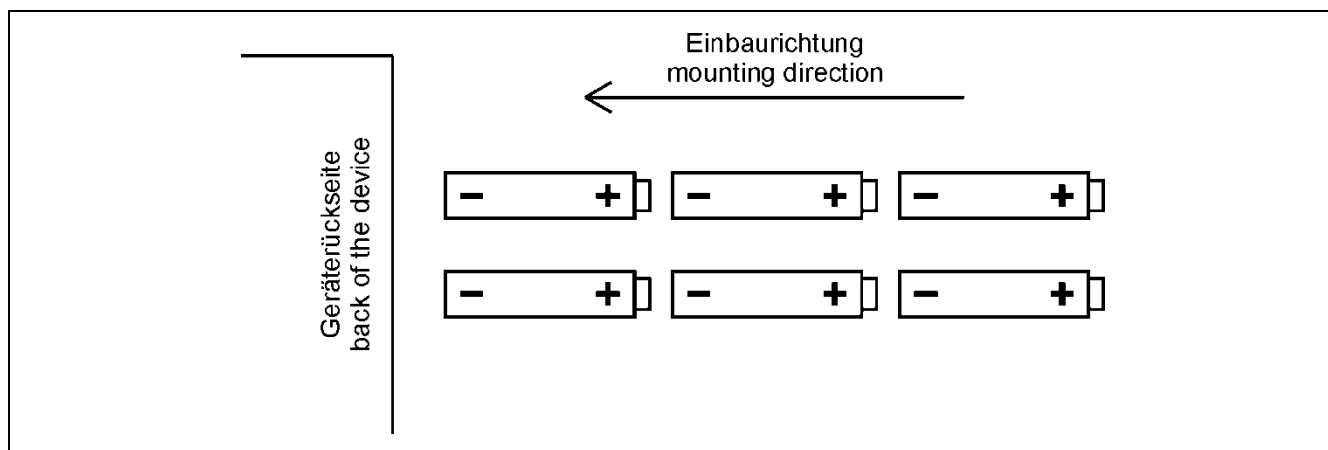

Figura 14: Colocación de las baterías recargables NiCd
Preste atención que **todas** las batería recargables NiCd estén colocadas en la dirección correcta (ver figura 14). De lo contrario el UNIDOS E se dañará.
- Introduzca las 6 nuevas baterías recargables de NiCd. ¡Preste atención a que la polaridad sea correcta! Las baterías recargables se introducen primero con el lado negativo (ver figura 14). Solamente pueden utilizarse baterías recargables de NiCd de tamaño AA.